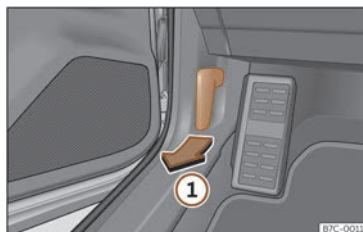

Fig. 197 Levier de déverrouillage sur le plancher, côté conducteur.
- Ouvrez la portière et tirez sur le levier situé sous le tableau de bord >>> **fig. 197** ①.